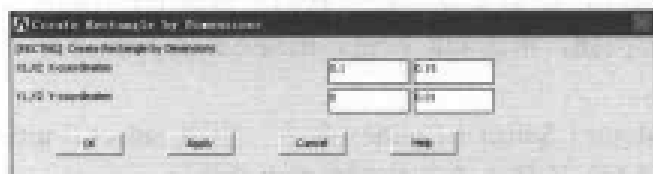

图 13-5 生成矩形面对话框
(1) 选择 Main Menu | Preprocessor | Modeling | Create | Areas | Rectangle | By Dimensions 命令, 出现 Create Rectangle by Dimensions 对话框。参照图 13-5 对其进行输入, 单击 OK 按钮关闭该对话框。